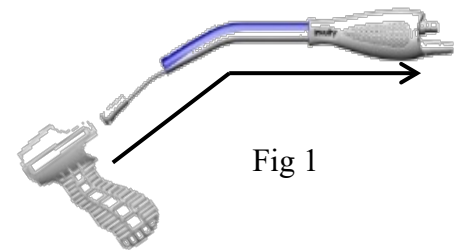

Fig 1
3. Para acoplar el mango de tipo pistola, deslícelo por encima la punta distal y de forma proximal por encima del mango hasta que haga clic, tal como se muestra en la imagen. (Fig 1).